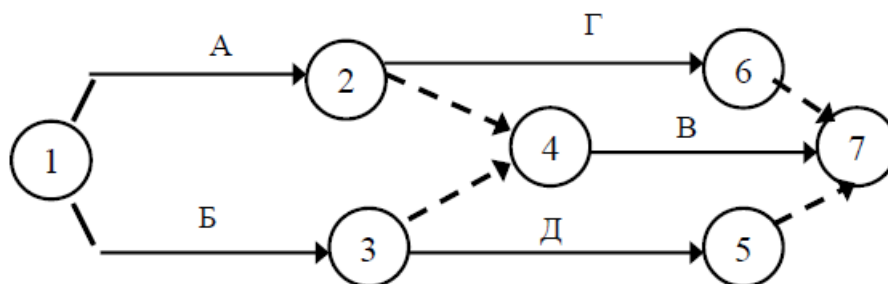

Рисунок 15 – Правило построения стрелочной диаграммы 6
6. Если после окончания работ А и Б можно начать работу В, а начало работы Г зависит только от окончания А, а начало работы Д только от окончания Б, то форма сетевого графика будет следующей (рис.15):